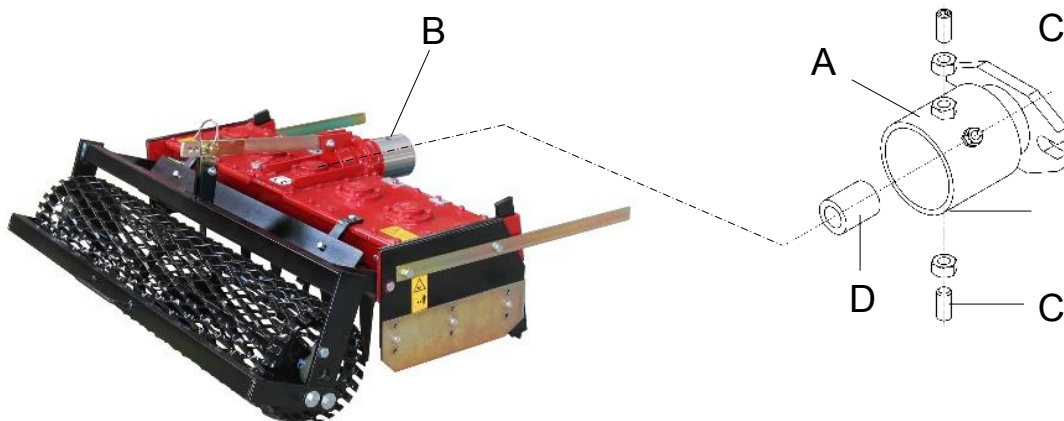

Abb. 4
Vor dem Anbringen des Maschinenflansches (Abb. 4 - A), der speziell für die jeweilige Antriebsmaschine ausgelegt ist, wird empfohlen, auf den Außendurchmesser der Maschinennabe etwas Schmierfett aufzutragen (Abb. 4 - B). Nun den Flansch mit Hilfe der beiden Gewindestifte (Abb. 4 - C) und Kontermuttern befestigen. Zur Befestigung des Flansches an der Nabe wie folgt verfahren:
- Nun die Verbindungswelle, nach vorherigem Einfetten, auf die Antriebswelle des Gerätes aufstecken (Abb. 4 – D). Nach dieser Vorbereitung die Antriebsmaschine an das Gerät heranfahren. Hierbei bitte darauf achten, dass die Verzahnung der Verbindungswelle korrekt in die Zapfwellen-Verzahnung der Antriebsmaschine eingreift und der Flansch zentriert am Motorgerät anliegt.